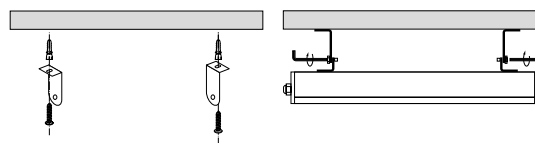

Рис. 3. Установка светильника накладным способом
- Для накладного монтажа (рис. 3) выполните разметку под кронштейны для светильника и закрепите их дюбель-гвоздями.